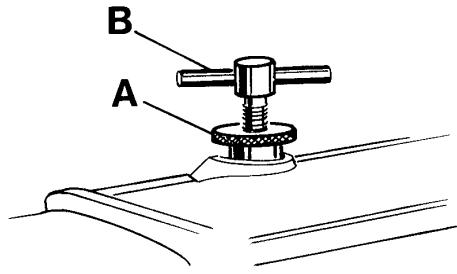

Fig. 21
Rotate handwheel until the lower feed dog is below the throat plate. Loosen knurled nut (A, Fig. 21) and turn out T-screw (B) until it does not exert any pressure on the leaf springs. In this position, the pressure exerted on the presser foot should be so strong that the presser foot bottom rest squarely on the throat plate.
Drehen Sie am Handrad bis der untere Transporteur unter der Stichplatte steht. Lösen Sie die Rändelmutter (A, Fig. 21) und drehen Sie die Knebelschraube (B) soweit heraus, daß sie nicht mehr auf die Blattfedern drückt. In dieser Stellung soll der Druck auf den Drückerfuß so stark sein, daß die Drückerfußsohle flach auf der Stichplatte aufliegt.
Now turn in T-screw (B, Fig. 21) until the necessary presser foot pressure for proper feeding is exerted (determine by sewing tests). Secure this setting with the knurled nut (A) which simultaneously fastens the upper arm cover. Remount the face cover and the finger guard.
Nun drehen Sie die Knebelschraube (B, Fig. 21) soweit ein, daß der zum einwandfreien Transport notwendige Druckerfußdruck erzeugt wird (durch Nähversuche ermitteln). Sichern Sie diese Einstellung mit der Rändelmutter (A), mit der gleichzeitig der obere Armdeckel befestigt wird. Montieren Sie den Stirndeckel und den Fingerschutz wieder.